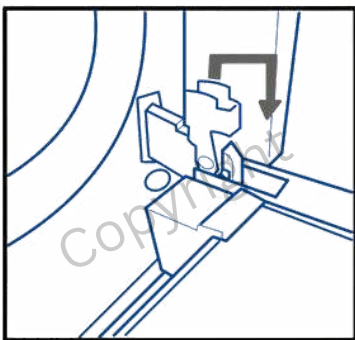

Abbildung 1
- 2.Ziehen Sie die Verriegelungshaken der Türscharniere komplett nach vorne (siehe Abbildung 1).